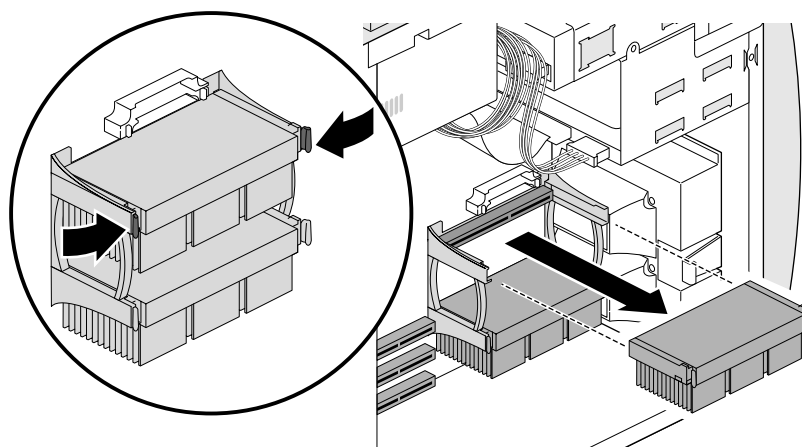

Figura 6-9 Rimozione di un processore
6. Spingere verso l'interno le linguette presenti ai lati del processore ed estrarre il processore dal sistema, come illustrato nella Figura 6-9.